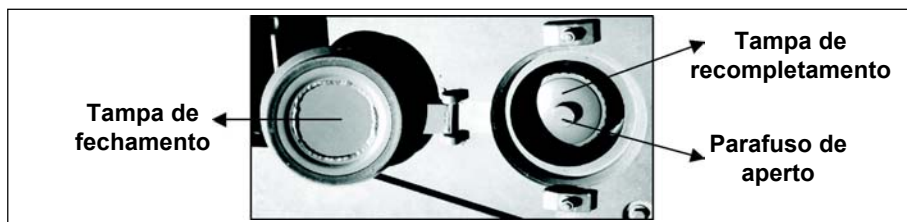

Fig 5-14. Tampa de combustível
(1) Reservatórios de combustível - Existem dois reservatórios de combustível, sendo um do lado direito, com capacidade de 480 litros e um do lado esquerdo, com capacidade de 475 litros. Cada reservatório possui:
- (c) 1 (uma) tampa de fechamento; (Fig 5-14)